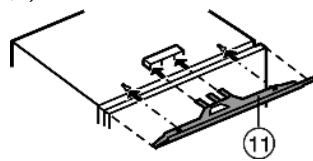

Fig. 11
- ▶ Montare il listello di compensazione Fig. 11 (11) al centro dell'apparecchio: inserirlo nella nervatura e agganciarlo nelle toppe.